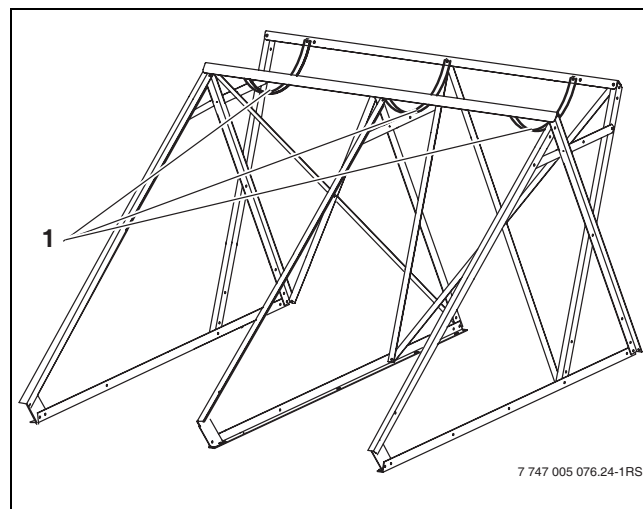

Fig. 23 Fijar abrazaderas del acumulador
- ▶ Fijar las abrazaderas del acumulador (Fig. 23, (1)) entre las dos escuadras de asiento del acumulador. La cabeza aplanada del tornillo debe mirar en dirección del acumulador de agua caliente que se montará posteriormente.